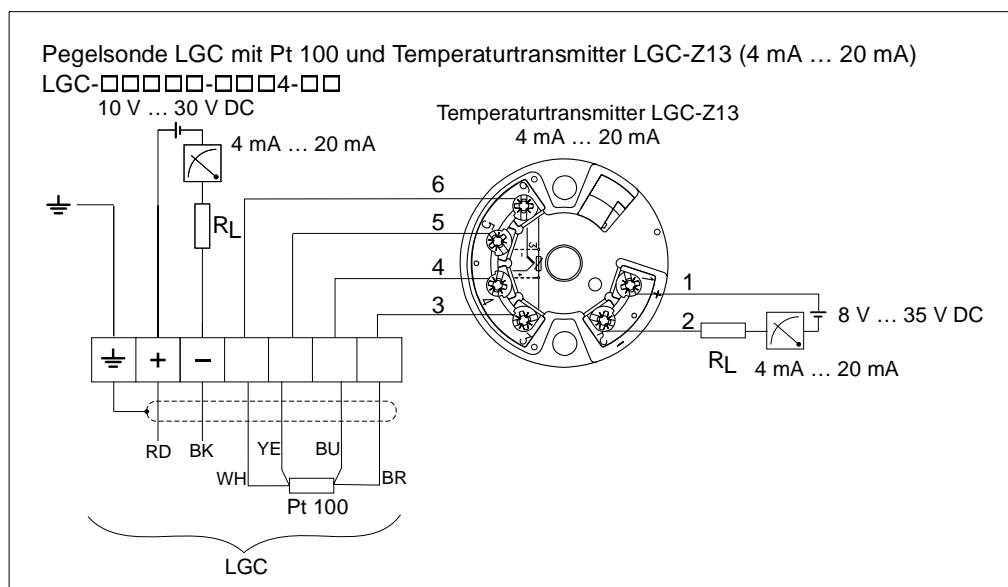

Abb. 8: Elektrischer Anschluss: LGC mit Pt 100 und Temperaturtransmitter LGC-Z13
- Ist das Gerät gemäß Abb. 8 bzw. 9 angeschlossen?